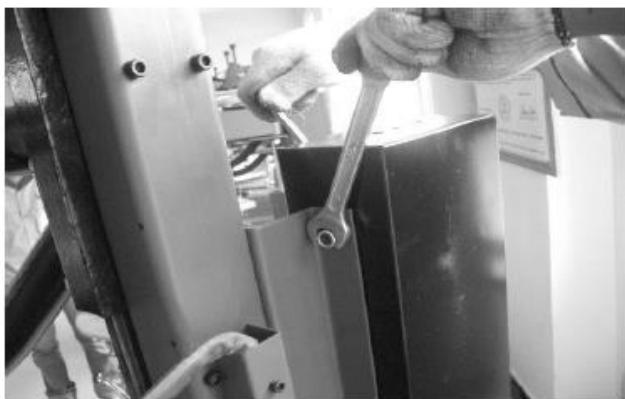

РИС. 36
6.1.8 Согласно Рис.36 установите фиксирующий кронштейн на корпусе и зафиксируйте ящик для инструментов на кронштейне, а затем затяните контргайку.